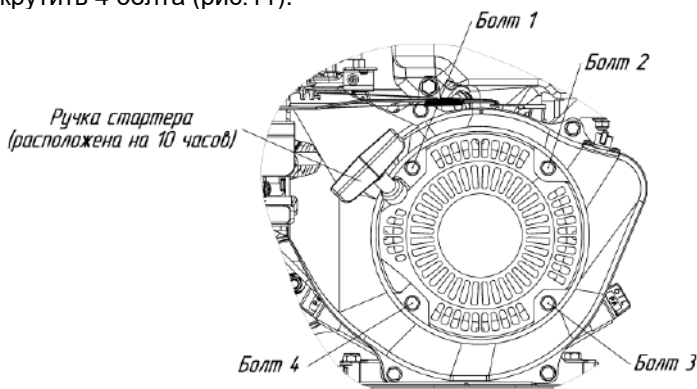

Рис.11. Схема крепления стартера на двигателе
- открутить 4 болта (рис.11);
- установить стартер на место таким образом, чтобы ручка стартера была расположена на 10 часов (рис.11);
- закрутить 4 болта (рис.11).